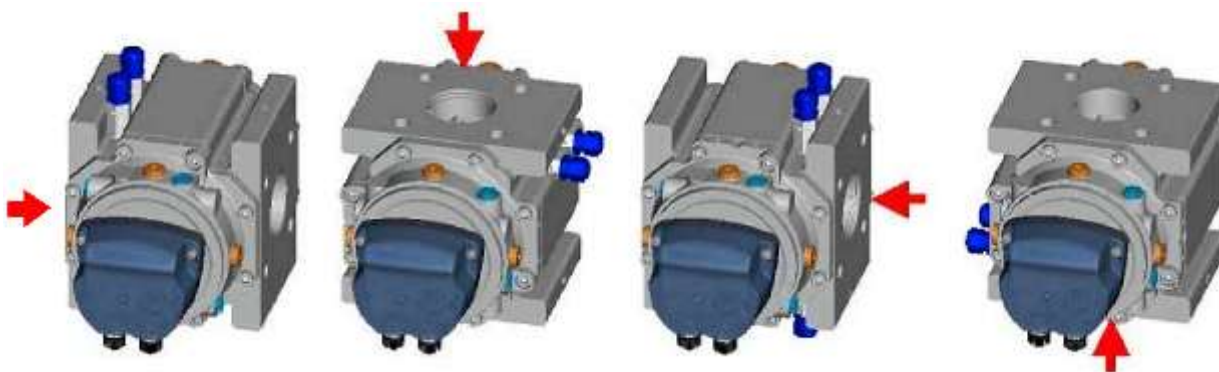

Рисунок 6 Варианты установки счетчиков в зависимости от направления потока газа
2.5.3 Счетчики могут устанавливаться в любом положении относительно направления потока газа (относительно горизонтально расположенного роликового сумматора газ может двигаться по следующим направлениям: слева направо, справа налево, сверху вниз, снизу вверх) ( рисунок 6).